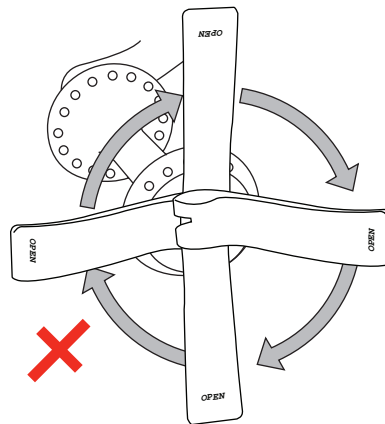

Figura 41. Não gire a alavanca em um círculo
- Não gire a alavanca em um círculo para aumentar a tensão mecânica da blocagem rápida (Figura 41); isso não manterá a roda fixada corretamente em sua posição.